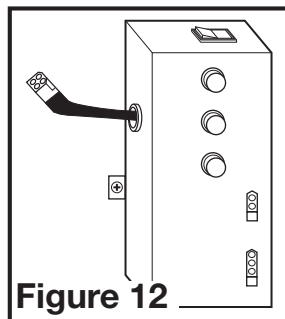

Figure 12
- 3a. **MODÈLES STANDARDS:** Branchez les câbles de moteur de connexion rapide à 2 broches et 3 broches du ventilateur dans la prise correspondante située sur le couvercle du compartiment de câblage. Ces câbles ne s'insèrent que d'une façon dans les logements (Figure 12).